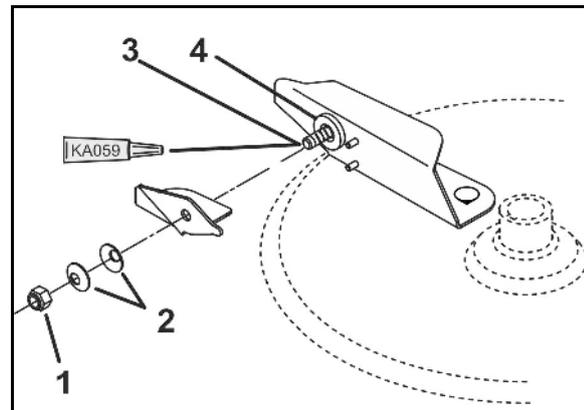

Fig. 101
2. Schieberstellung 11 über die Stellhebel einstellen (Fig. 101/1).